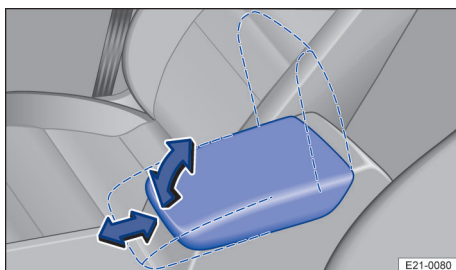

Fig. 80 Între scaunele din față: cotiera centrală.
1. *Ridicare*: trageți cotiera centrală pas cu pas în sus, în sensul săgeții → fig. 80.
3. *Reglarea pe direcție longitudinală*: împingeți cotiera înainte, resp. înapoi → fig. 80.